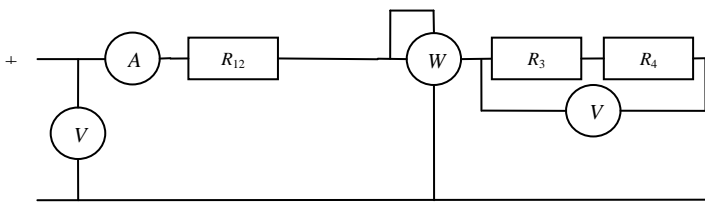

Рис. 1.7. Результат преобразования электрической цепи со смешанным соединением в цепь с последовательным соединением
2. Получим эквивалентную схему цепи из резисторов  $R_{12}$ ,  $R_3$  и  $R_4$ , соединенных последовательно (рис.1.7):